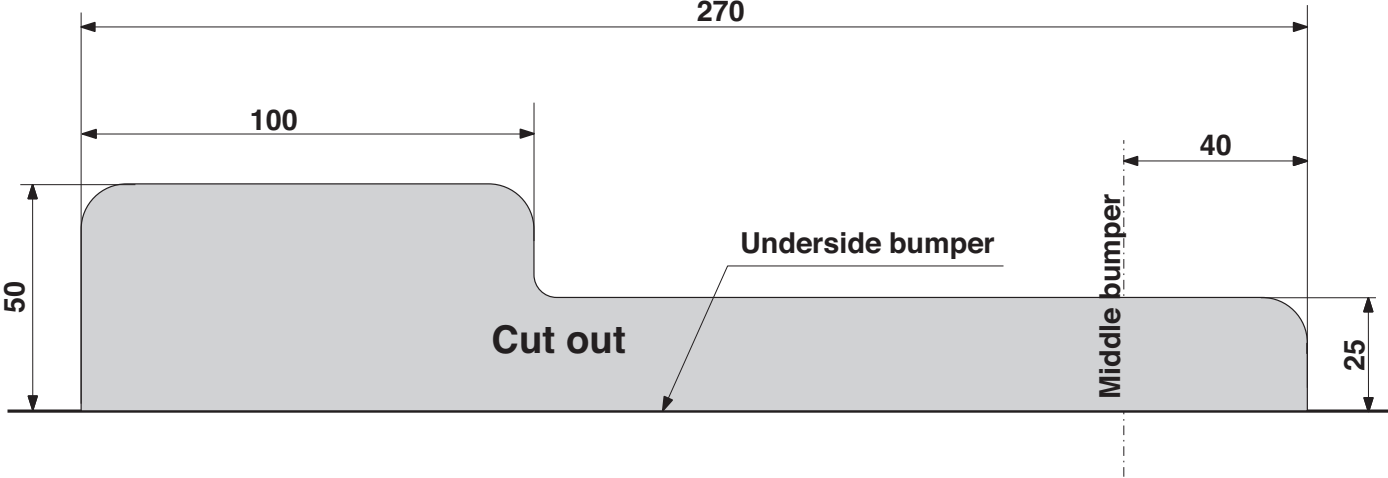

Fig.2
2. Sav en del ud af kofangeren midt på undersiden jf. fig. 2.